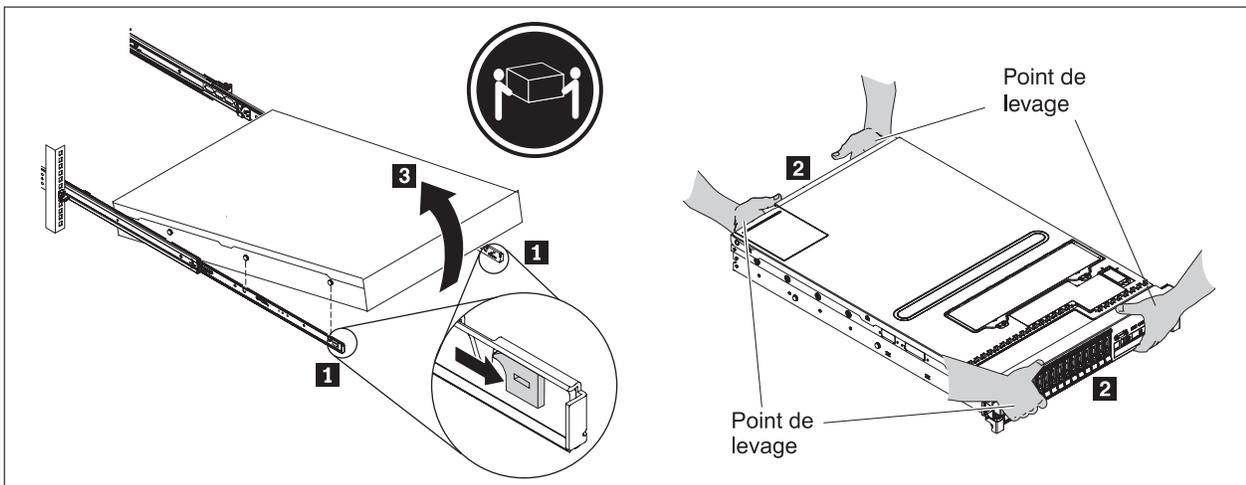

Figure 20. Déverrouillage et pivotement de l'avant du dispositif
**Remarque :** Deux personnes doivent soulever le dispositif en positionnant les mains comme dans indiqué dans le point **2** de la figure 20.
1. Déverrouillez l'avant du dispositif et faites-le pivoter, comme illustré par la figure 20.